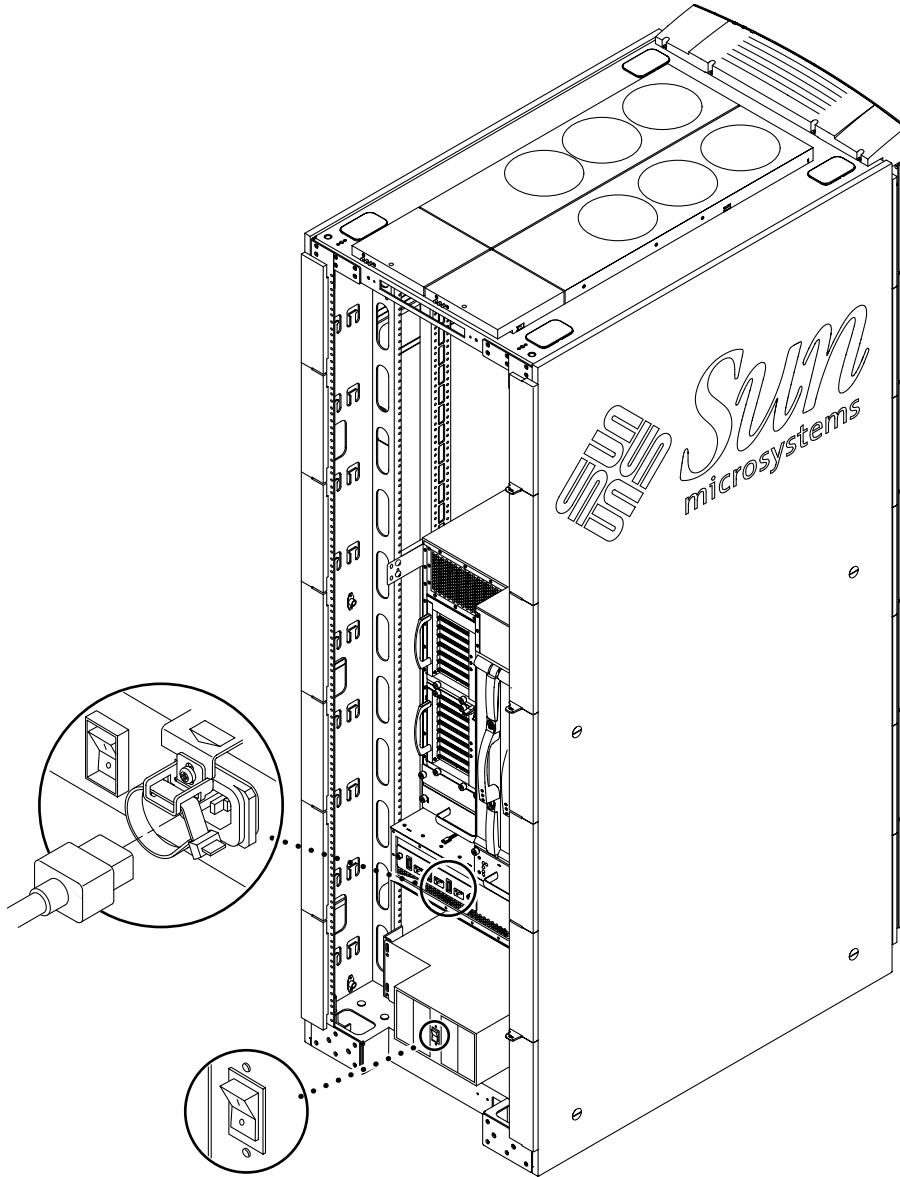

FIGURE 3-3 Emplacements des interrupteurs d'alimentation dans le système Sun Fire E4900 en armoire
1. Vérifiez que tous les interrupteurs d'alimentation de l'armoire Sun Fire sont en position off (FIGURE 3-3).
1. **Mettez chaque interrupteur en position on (FIGURE 3-3).**
6. **Mettez chaque interrupteur en position on (FIGURE 3-3).**